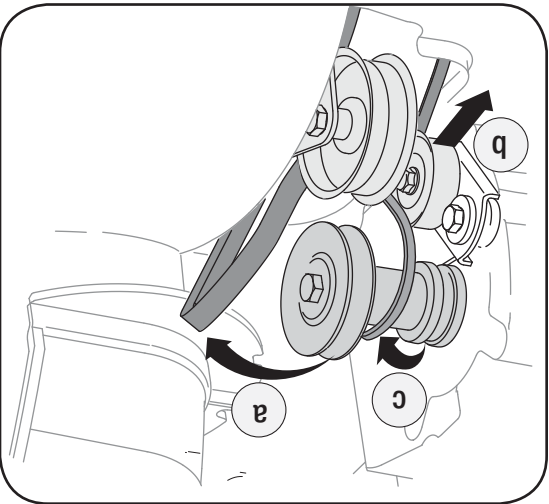

Figure 6-9
4. a. Dégagez la courroie de la tarière de la poulie motrice. Voir la Figure 6-9.